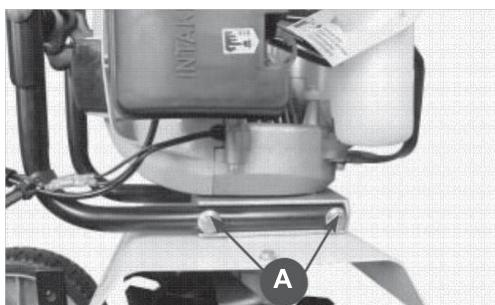

Рис.3
Нижняя часть рамы крепления рукояток управления установлена на заводе и закреплена двумя болтами (A) (Рис.3) При сборке культиватора необходимо проверить надежность затяжки болтов.